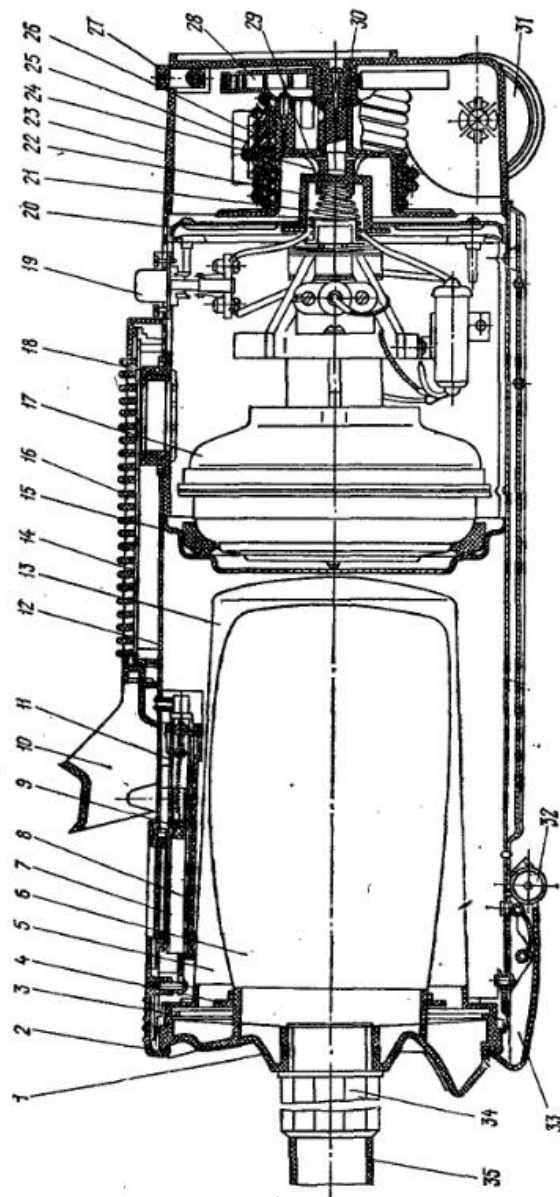
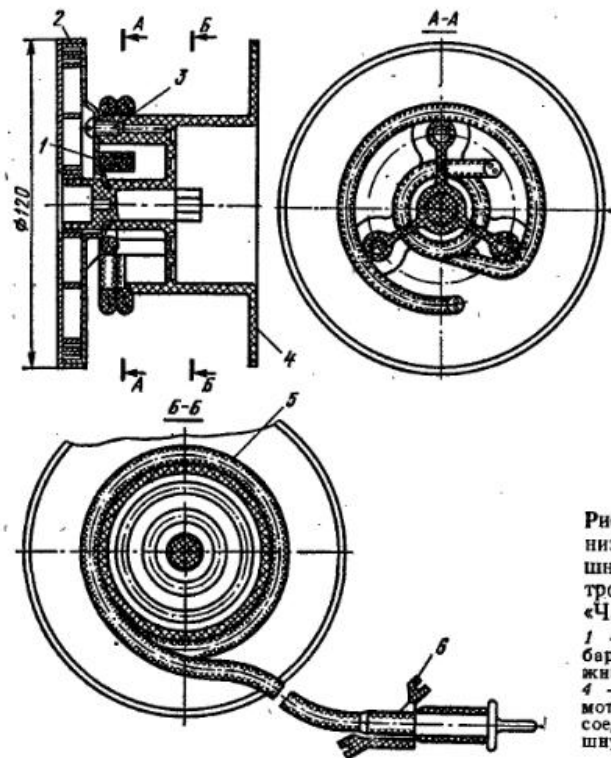

Рис. 75. Электропылесос «Чайка-10».
Рис. 77. Механизм намотки шнура электропылесоса «Чайка-10»:
Передвигается пылесос на колесиках 31 (рис. 75) и ролике 32. Передняя крышка запирается замками 2 и 33. Замок 33 одновременно служит опорой пылесоса.
**Проверка работы механизма уборки шнура.** Нажать на рукоятку (см. рис. 75) тормозного устройства. Чтобы предотвратить резкий удар вилки соединительного шнура 5 (рис. 77) и рамки 6 о корпус пылесоса, необходимо придержать шнур рукой. В случае неполной намотки шнура на барабан 4 вытянуть шнур снова на некоторую длину и вновь отжать рукоятку тормозного устройства. При неисправной работе механизма уборки шнура вскрыть механизм, осмотреть пружинный барабан 1, пружину 2, барабан намотки 4, укладку соединительного шнура. Устранить неисправности и проверить работу механизма.